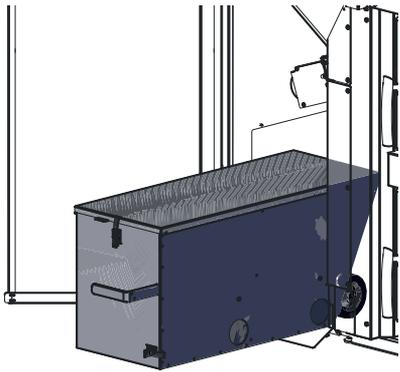

Fig. 34 Aschebox leicht nach links schieben und herausziehen
- ▶ Aschebox leicht nach links schieben und herausziehen – Fig. 34.